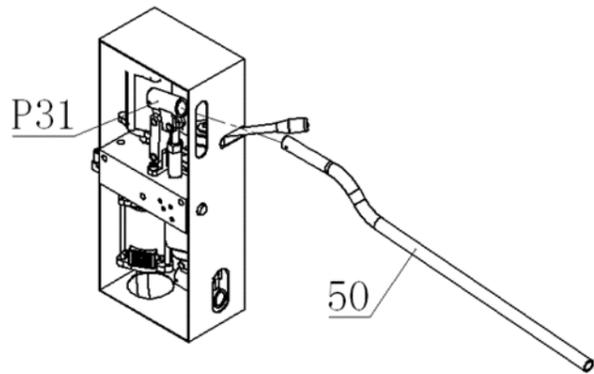

Рис. 10
6.1 Для использования насоса высокого давления вставьте шланг (50) в гнездо ручки (31), как показано на Рис. 10.